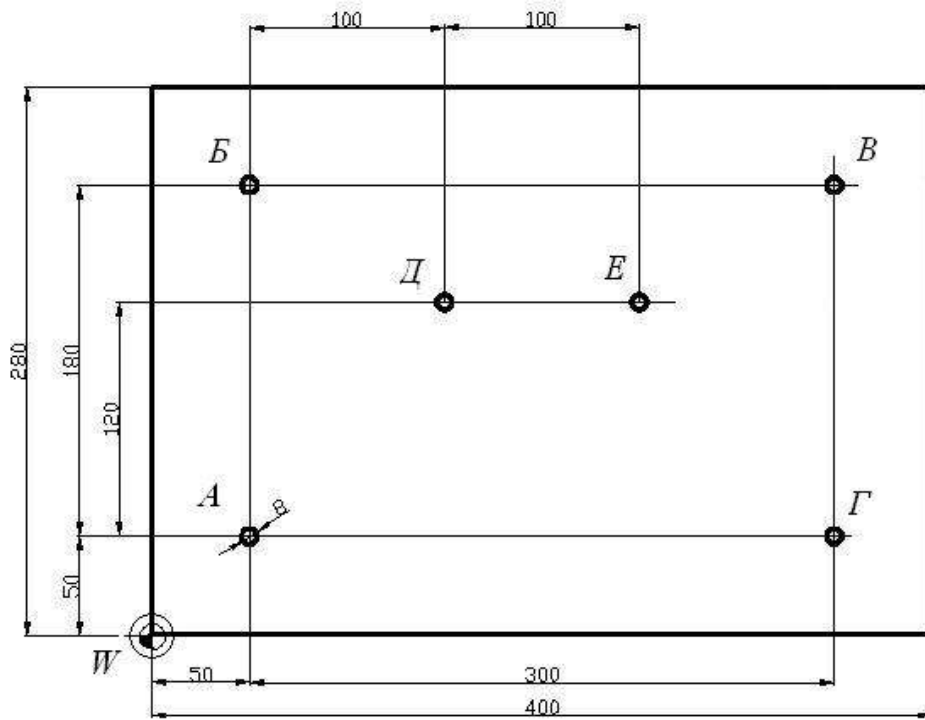

Рис. 4. Чертеж детали
*Дано:* В крышке, выполненной из столярного щита толщиной 10 мм, имеется 6 цилиндрических отверстий диаметром 8 мм (рис. 4). Щит склеен из древесины сосны влажностью  $W = 12\%$ .
сквозные отверстия диаметром 8 мм. Размеры крышки и расположение отверстий приведены на рис. 4.
Для выполнения работы начертите чертеж детали, выполненной из столярного щита (пример по рис. 4). Количество отверстий 6...10. Размеры щита, мм: 600×600×50. Написать управляющую программу обгонки щита по периметру и сверления отверстий.